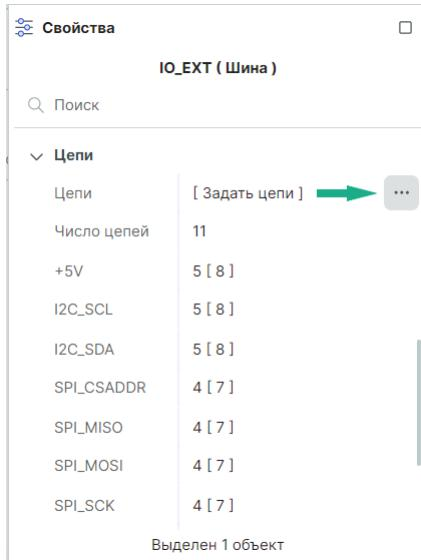

Рис. 121 Переход в окно «Шина»
- Из пункта «Цепи» на панели «Свойства». Для этого нажмите на символ «***», см. Рис. 121.